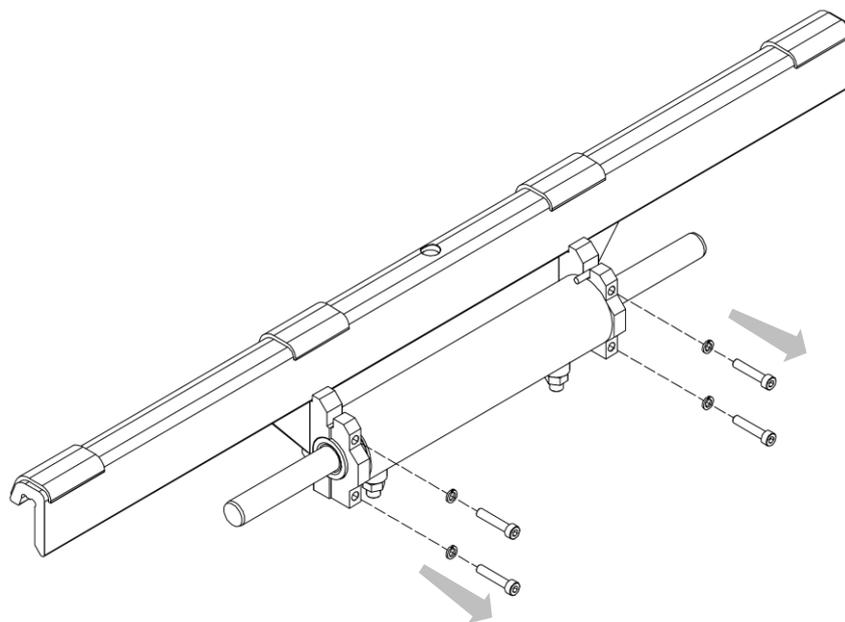

Abbildung 21
2. Lösen Sie die vier Befestigungsschrauben der vorderen Halbklemmrings (siehe *Abbildung 21*).